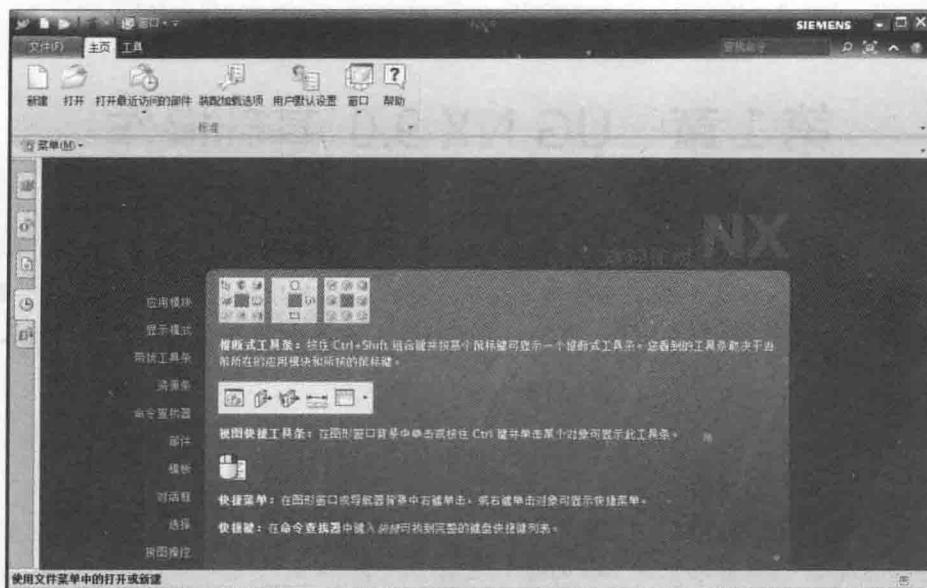

图 1-1 UG NX 9.0 界面
**步骤 01** 选择“开始”→“所有程序”→“Siemens NX 9.0”→“NX 9.0”,打开如图 1-1 所示的界面,即成功启动了 UG NX 9.0,我们可以看到 UG NX 9.0 的 Ribbon 界面。